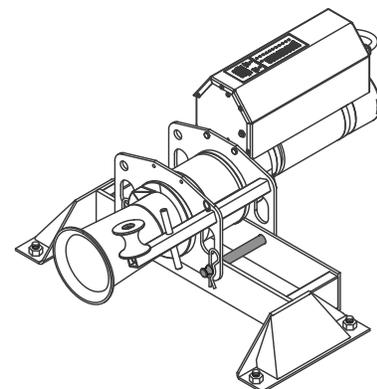

Figure 26 : Orientation du tire-câble sur la fixation au sol
- Placer le tire-câble dans le berceau de la fixation au sol, de sorte que le cabestan soit plus centré entre la base de la fixation au sol, et faire passer les chevilles de fixation dans les trous de montage du tire-câble. Fixer solidement à l'aide d'une goupille d'attelage. (Fig. 26)